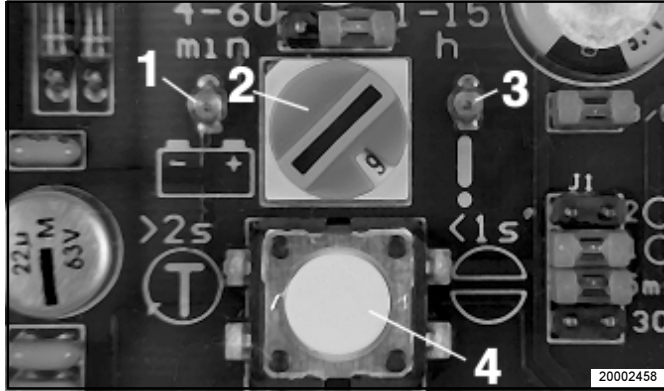

Fig. 15: LED de la plaquette des circuits imprimés
*Remarque: il est également possible d'acquitter un dérangement/de remettre le système à zéro et de déclencher un cycle de graissage supplémentaire en appuyant sur le bouton-poussoir de la plaque de circuits imprimés (Fig. 15).*
*Remarque: il est également possible d'acquitter un défaut/de remettre le système à zéro et de déclencher un cycle de graissage supplémentaire au moyen du bouton-poussoir de la plaquette de circuits imprimés (Fig. 15). Pour cela, appuyer sur le bouton-poussoir < 1 seconde / > 2 secondes. Condition préalable : le contact de la machine/ l'interrupteur d'allumage doit être en circuit.*
- On peut vérifier que la plaquette de circuits imprimés est sous tension au fait que la LED n° 1 (LED gauche, Fig. 15) est allumée.